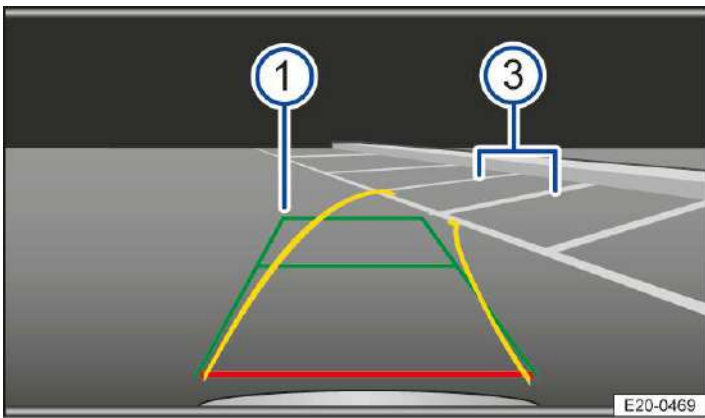

Abb. 2 Infotainment-System: Ausgewählte Parklücke ansteuern.
5. Fahrzeug so einlenken, dass die gelben Linien in die Parklücke führen. Die grünen und gelben Linien müssen mit den seitlichen Begrenzungslinien → *Abb. 2* **3** übereinstimmen.